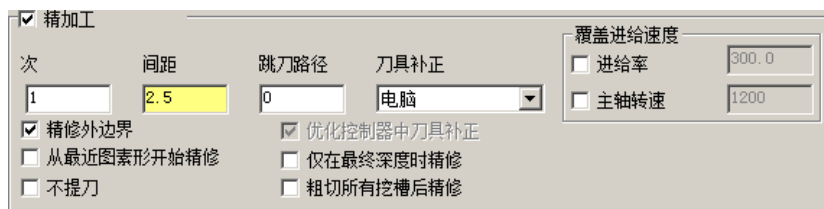

图 4.8.14 “精加工”设置界面
Step10. 设置精加工参数。单击**精加工**节点，显示精加工参数设置界面，设置图 4.8.14 所示的参数。